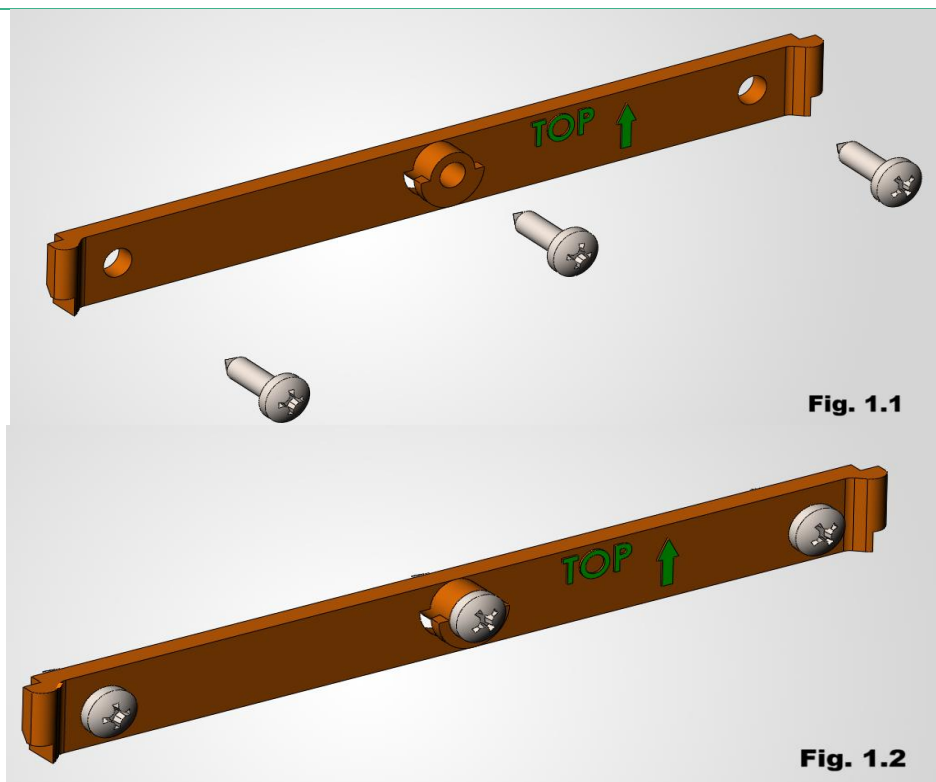

Fig. 1.1 / 1.2 — Sequenza di fissaggio viti (prima centrale, poi laterali)
5. Completare il fissaggio con le viti rimanenti (Fig. 1.1 e 1.2).